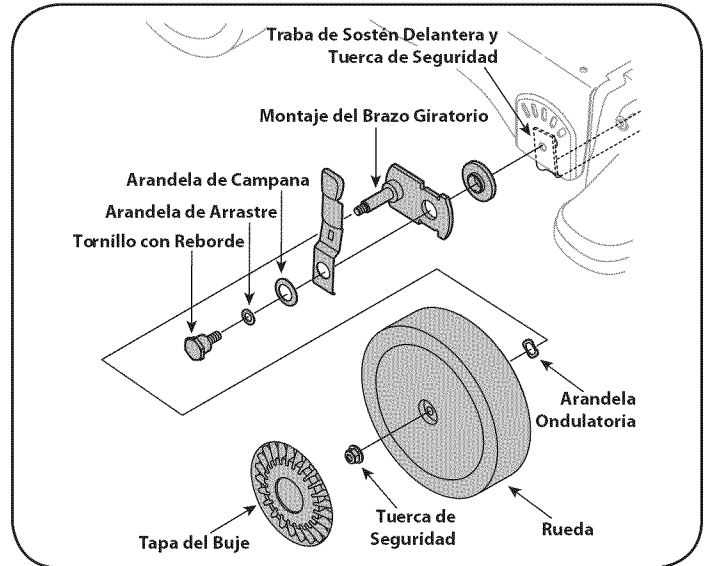

Figura 27
4. Saque las tapas de buje delanteras, las tuercas de seguridad de brida, las ruedas delanteras y las arandelas ondulatorias que van unidas a los montajes del brazo giratorio. Vea la Figura 27.